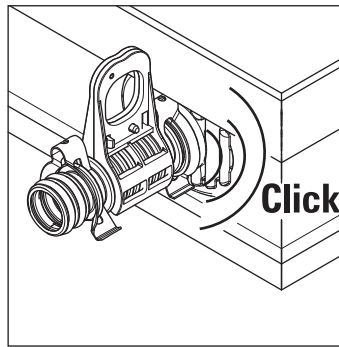

Bild 3-24 Kompensator einrasten
5. Kompensatoren in Anschlussrohre des zuletzt montierten Kollektors einstecken bis Halteklemmen einrasten (Bild 3-24).